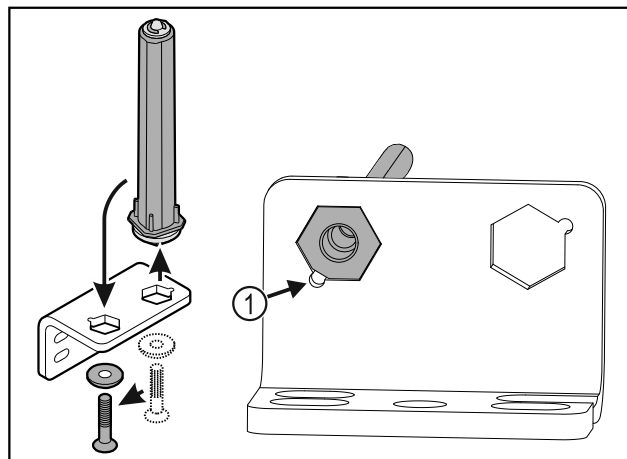

Fig. 34
- Pöörake tähelepanu sellele, et sissepanemisel on poldi kaldpind Fig. 34 (1) ümara ava poole.